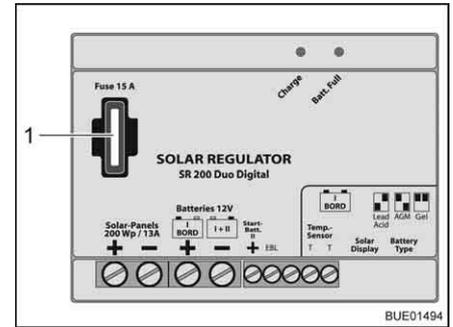

Fig. 147 Fusível do regulador de carga do painel solar 200 W
- Troque o fusível plano 15 A/azul (Fig. 147,1).